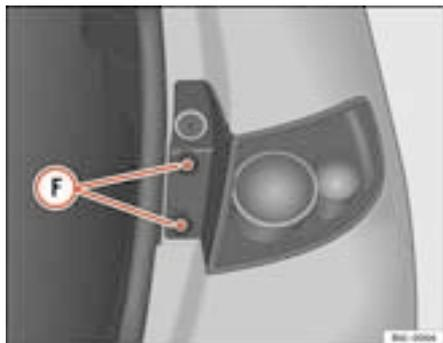

Fig. 160 Luce posteriore sulla carrozzeria
- Svitare le viti **F** ⇒ fig. 160 con la parte piatta del cacciavite.